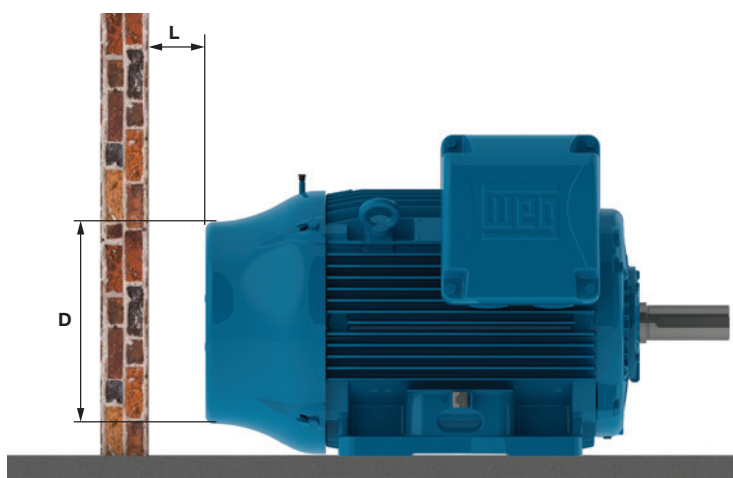

Figura 49 - Distância mínima do motor até a parede
- Que entradas e saídas de ar estejam completamente desobstruídas. O mínimo espaço livre até a parede mais próxima (L) deve ser $\frac{1}{4}$ do diâmetro da entrada de ar da defletora (D), ver Figura 49. O ar na entrada do motor deve estar à temperatura ambiente.